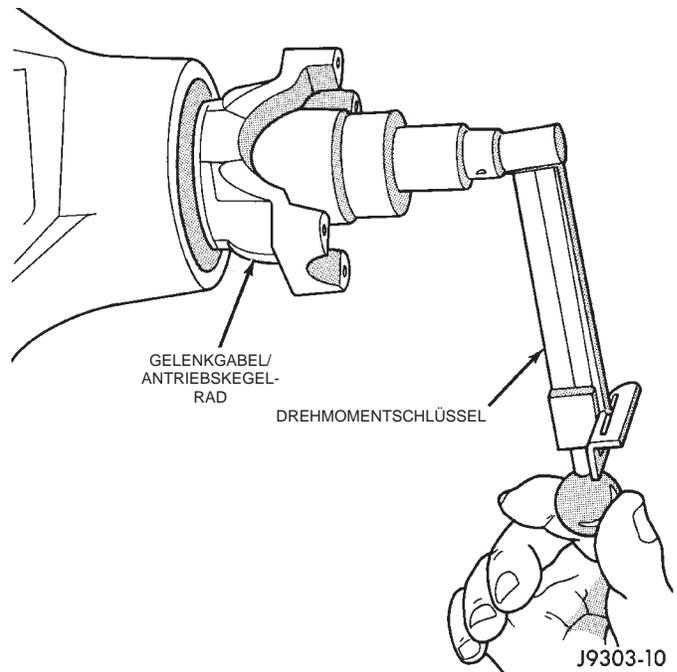

Abb. 18 Drehmoment des Antriebskegelrads messen
(10) Die Mutter des Antriebskegelrads in Schritten von 6,8 N·m (5 ft. lbs.) langsam festziehen, bis das richtige Losbrechmoment eingestellt ist. Dabei das Losbrechmoment mehrfach messen, damit der Quetschring nicht zu stark zusammengequetscht wird (Abb. 18).
(11) Das zum Drehen des Antriebskegelrads erforderliche Drehmoment (= Vorspannung des Lagers) nachmessen (Abb. 18). Das Drehmoment muß bei folgenden Werten liegen:
(12) Ggf. Achswellen und Ausgleichkorb in Differentialgehäuse einbauen.
(13) Paßmarkierungen an Gelenkgabel und Gelenkwelle ausrichten. Gelenkwelle anbauen.
(14) Hintere Bremstrommeln anbauen. Arbeitsanleitung hierzu siehe Kapitel 5, "Bremsen".